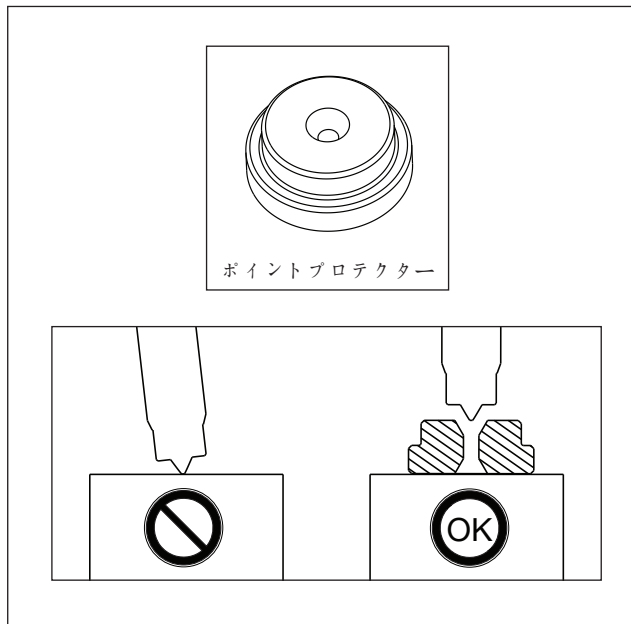

図3: ポイントプロテクター
- モデルSGM01、SGM04、SGM07には、強化された固定式の先端を持つ、ねじ式の調節ロッドがあります。これらのモデルでは、シャフトの端に中央のドリル穴がない場合、ポイントプロテクターを使用してください。図3を参照してください。